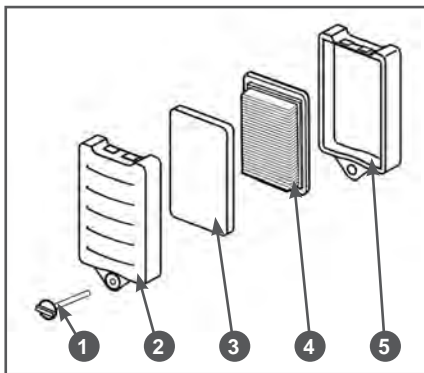

Рис. 9 Установка воздушного фильтра PC5332F
1. Убедитесь, что поролоновый фильтрующий элемент 3 вставлен в крышку 2 воздушного фильтра (Рис. 9).
2. Установите бумажный фильтрующий элемент 4 в опору 5 воздушного фильтра, как показано на Рис. 9.
3. Установите крышку 2 воздушного фильтра на опору 5 и закрепите ее винтом 1 крепления (Рис. 9).